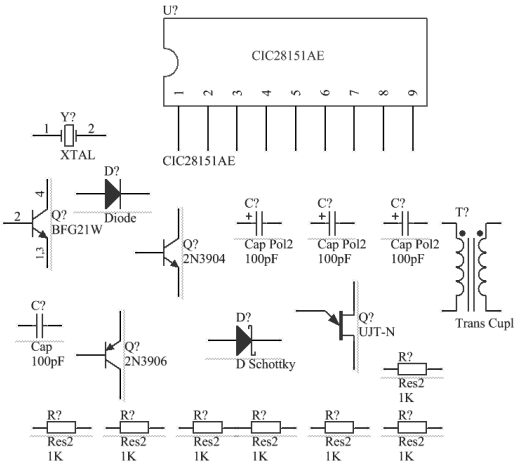

图 4-40 元件放置结果
(3) 打开“库”面板，在库文件列表中选择名为“Miscellaneous Devices. IntLib”的库文件，然后在过滤条件文本框中输入关键字“2N”，筛选出包含该关键字的所有元件，选择其中名为“2N3904”“2N3906”的晶体管元件，然后将元件放置到原理图中。
(4) 打开“库”面板，在库文件列表中选择名为“Miscellaneous Devices. IntLib”的库文件，然后在过滤条件文本框中输入关键字“C”，筛选出包含该关键字的所有元件，选择其中名为“Cap Pol2”的电解电容，单击“Place CapPol2”（放置 CapPol2）按钮，然后将光标移动到工作窗口，放置 3 个电解电容。
(5) 打开“库”面板，在库文件列表中选择名为“Miscellaneous Devices. IntLib”的库文件，然后在过滤条件文本框中输入关键字“C”，筛选出包含该关键字的所有元件，选择其中名为“Cap”的普通电容，放置电容元件。
(6) 打开“库”面板，在库文件列表中选择名为“Miscellaneous Devices. IntLib”的库文件，然后在过滤条件文本框中输入关键字“D”，筛选出包含该关键字的所有元件，选择其中名为“D Schottky”的肖特基二极管，放置肖特基二极管元件。
(7) 打开“库”面板，在库文件列表中选择名为“Miscellaneous Devices. IntLib”的库文件，然后在过滤条件文本框中输入关键字“Res”，筛选出包含该关键字的所有元件，选择其中名为“Res2”的电阻元件，放置 7 个电阻元件。
(8) 打开“库”面板，在库文件列表中选择名为“Miscellaneous Devices. IntLib”的库文件，然后在过滤条件文本框中输入关键字“u”，筛选出包含该关键字的所有元件，选择其中名为“UJT-N”的半导体晶体管，放置半导体管元件。
(9) 打开“库”面板，在库文件列表中选择名为“Miscellaneous Devices. IntLib”的库文件，然后在过滤条件文本框中输入关键字“X”，筛选出包含该关键字的所有元件，选择其中名为“XTAL”的晶振体，放置晶振体元件。
(10) 打开“库”面板，在库文件列表中选择名为“Miscellaneous Devices. IntLib”的库文件，然后在过滤条件文本框中输入关键字“D”，筛选出包含该关键字的所有元件，选择其中名为“Diode”的二极管，放置普通二极管元件。
(11) 打开“库”面板，在库文件列表中选择名为“Miscellaneous Devices. IntLib”的库文件，然后在过滤条件文本框中输入关键字“Tr”，筛选出包含该关键字的所有元件，选择其中名为“Trans Cupl”的变压器，放置变压器元件，结果如图 4-40 所示。